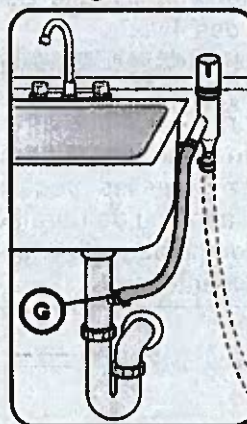

Figure 13
3. Sur le raccordement de vidange de lave-vaisselle sous l'évier via un dispositif de coupure anti-retour comme l'indique la Figure 13.